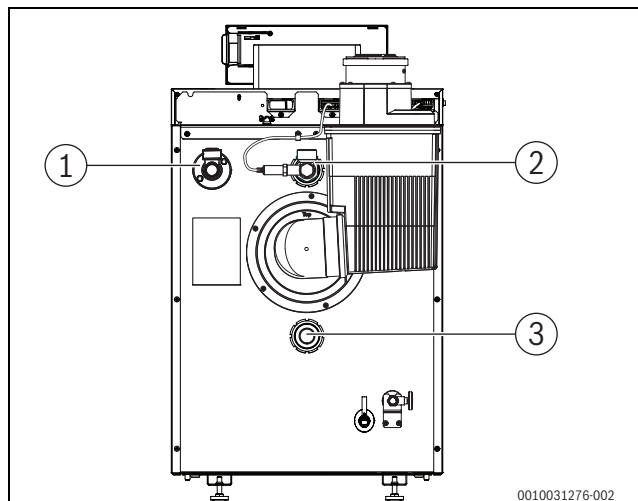
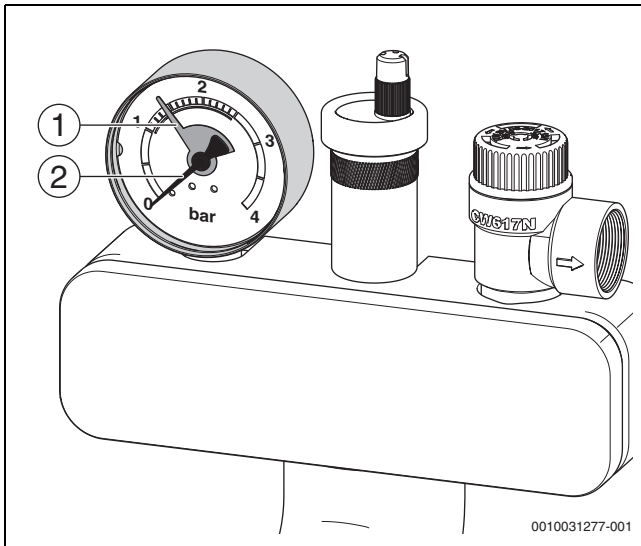

Bild 23 Vorlauf (VK) und Rücklauf (RK) montieren
Bild 24 Manometer (Beispiel)
- Roten Zeiger (→ Bild 24) des Manometers auf den erforderlichen Mindestdruck von 1 bar einstellen.
- ▶ Heizungsanlage über den bauseitigen Füllhahn (→ Bild 23) langsam befüllen. Dabei Druckanzeige des Manometers (→ Bild 24) beachten.